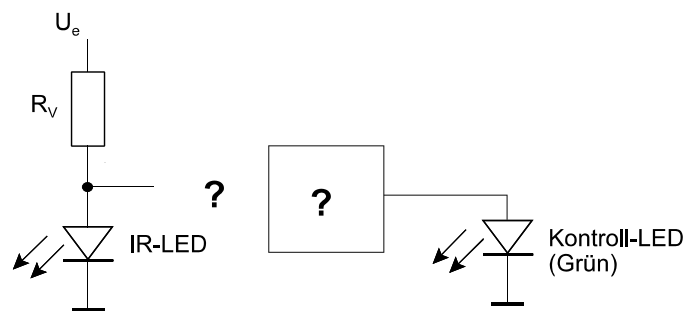

Abb. 4
- b) Einer IR-LED ist eine gewöhnliche (beispielsweise grüne) LED so beizuordnen, daß sie immer dann leuchtet, wenn die IR-LED aktiv ist (Abb. 4). Geben Sie eine geeignete Schaltung an. Sie dürfen beliebige Bauelemente einsetzen. Es sollte aber nicht allzu viel kosten...